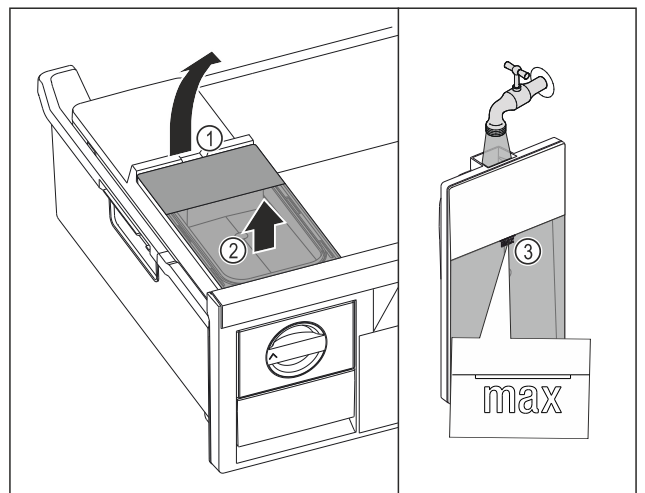

Fig. 156
- Nádržku na vodu nadvihnite za vybranie Fig. 156 (1).
- Nádržku na vodu odoberte nahor. Fig. 156 (2)
- Nádržku na vodu naplňte pitnou vodou po značku Fig. 156 (3).